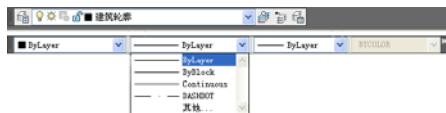

图 15.75 图层及线型
(6) 将“建筑外轮廓”图层置为当前图层。将“线型”设置为 ByLayer。这样 ByLayer 线型就被设置为当前了，如图 15.75 所示。